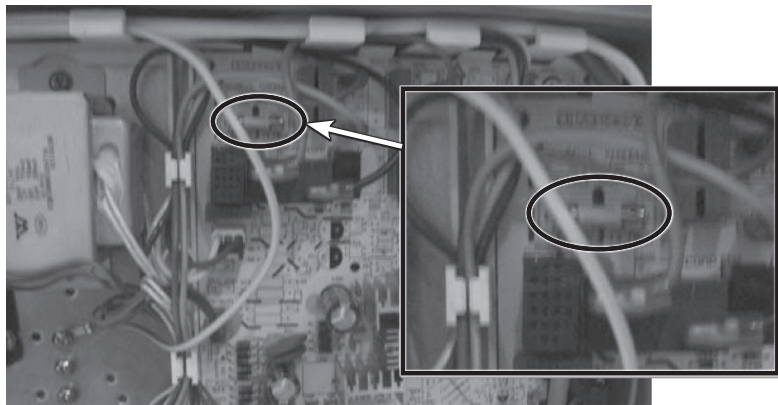

图 6-17 开路的熔丝管
4) 检查电路板上熔丝管已经开路，如图 6-17 所示，更换熔丝管通上电源，室内机显示板电源灯亮。